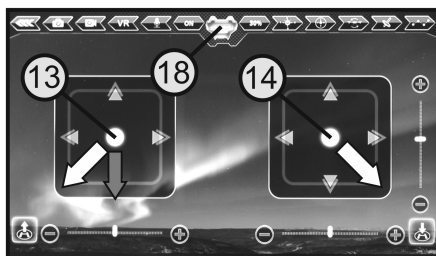

Figure 26
Pour démarrer les rotors, déplacez le levier de commande virtuel de gauche (13) vers l'extrémité inférieur gauche et le levier de commande virtuel de droite (14) vers l'extrémité inférieur droite (voir la flèche claire sur la figure 26). Maintenez les deux leviers de commande sur cette position jusqu'à ce que les rotors démarrent. Lorsque les rotors tournent, les leviers de commande se placent de nouveau en position centrale.
Pour arrêter à nouveau les rotors, déplacez le levier de commande de gauche (13) vers la position inférieure et maintenez-le dans cette position jusqu'à ce que les rotors s'arrêtent (voir la flèche noire sur la figure 26). À défaut, vous pouvez appuyer sur le bouton d'arrêt d'urgence du moteur (18).